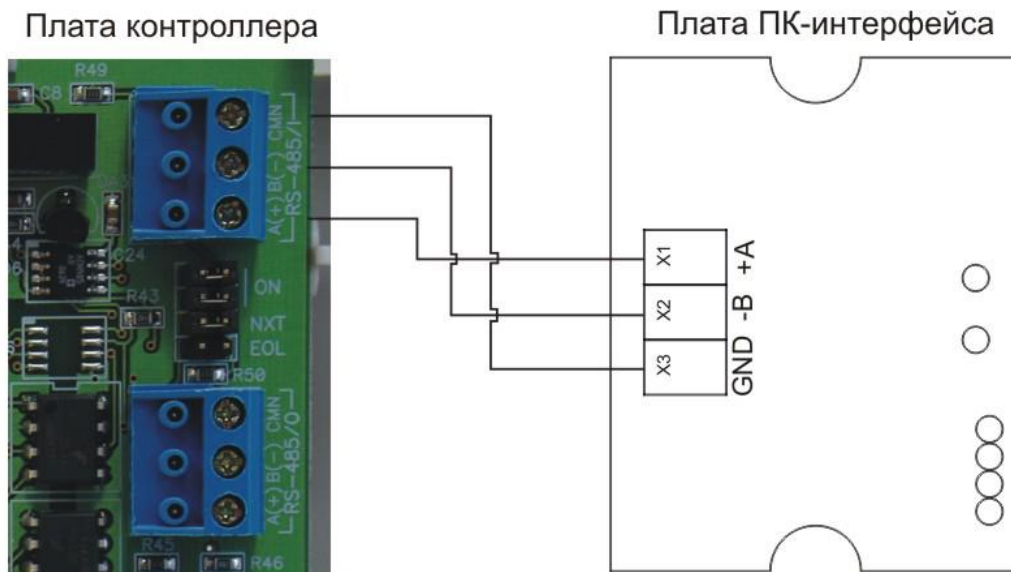

Рисунок 4. Подключение шины RS-485 к плате NIP-A01
- Подключите линию связи контроллеров (шина RS-485) к плате интерфейса (рисунок 4);